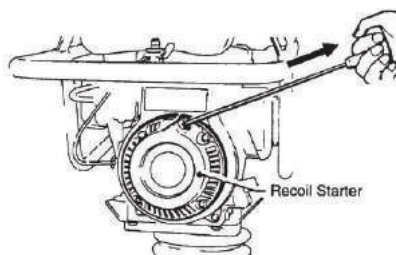

Figura 8. Starter de pornire
4. Prindeți maneta starterului de pornire (Figura 8) și trageți-o până când simțiți o ușoară rezistență. Apoi trageți brusc și rapid. Readuceți maneta starterului de pornire în caseta starterului înainte de depresare.